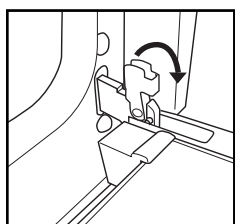

Fig.1
2. Lyft de två spärrhakarna och skjut dem framåt så långt det går (Fig.1).